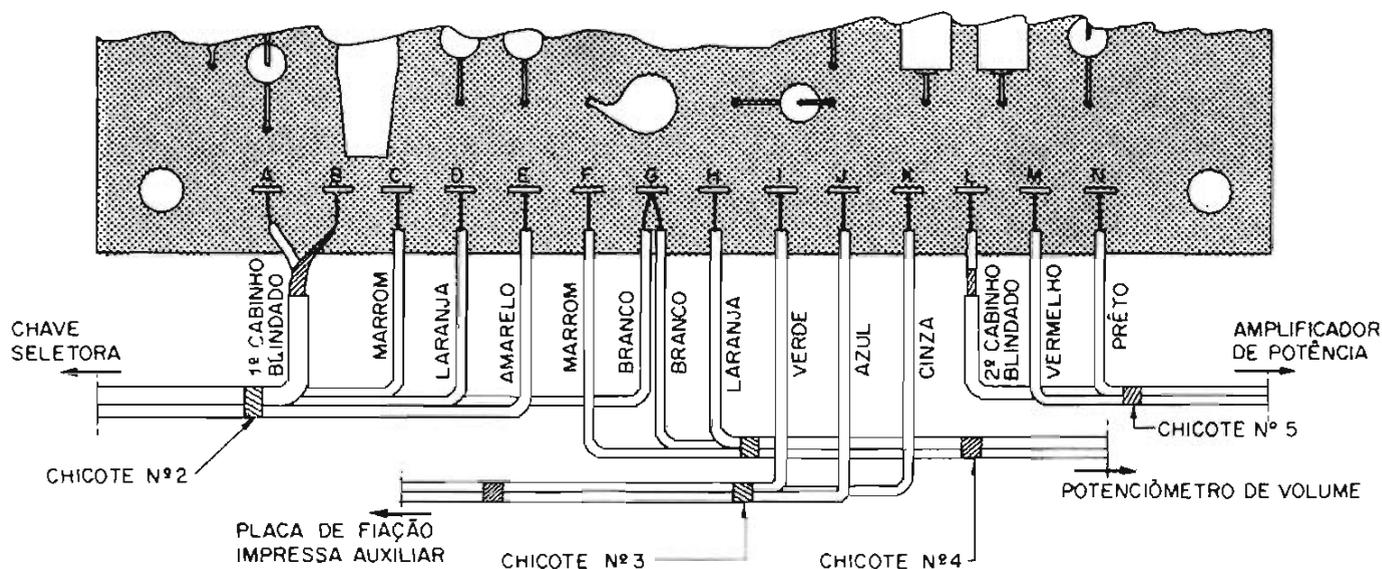
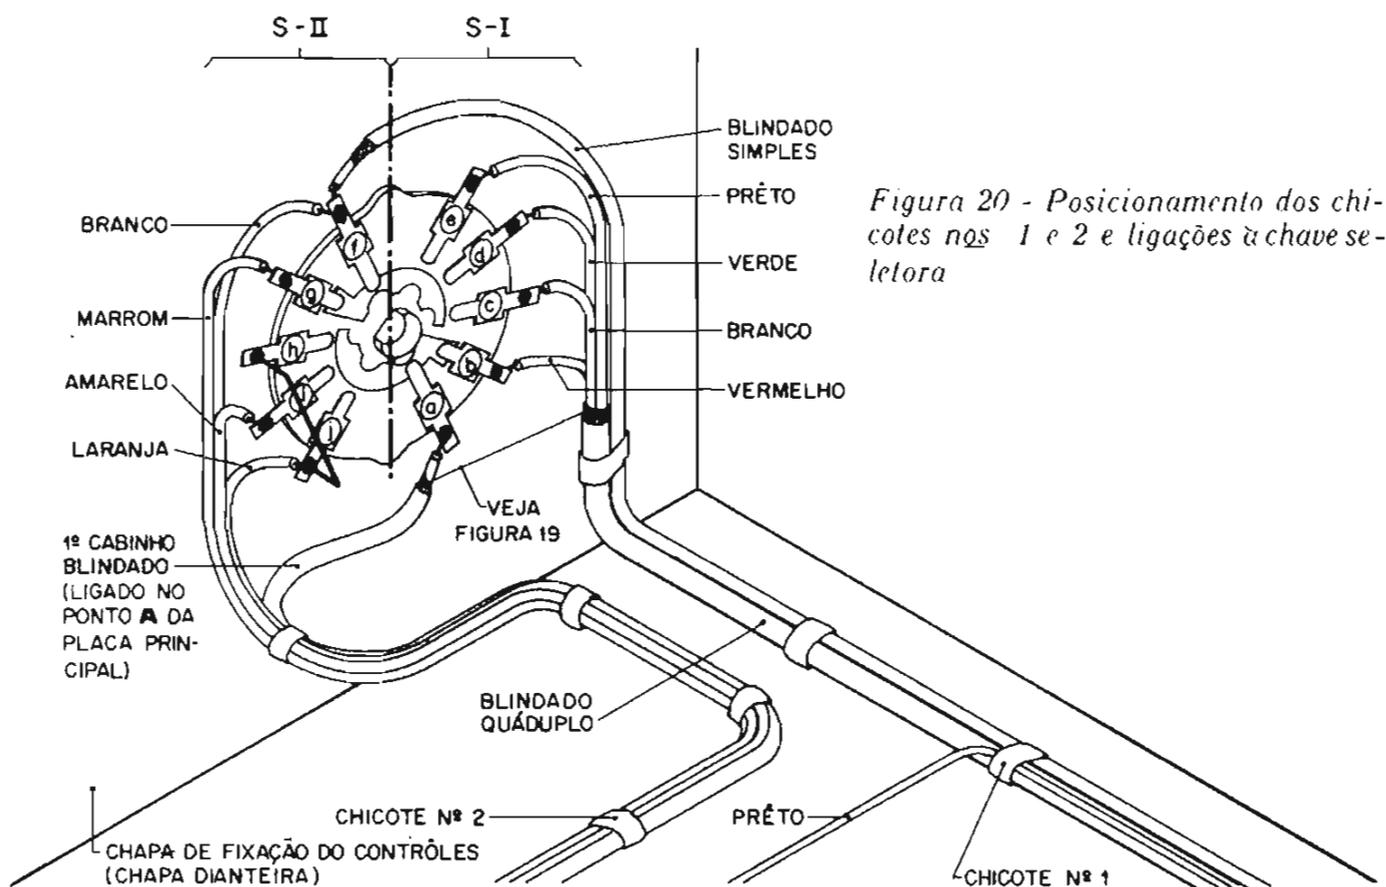
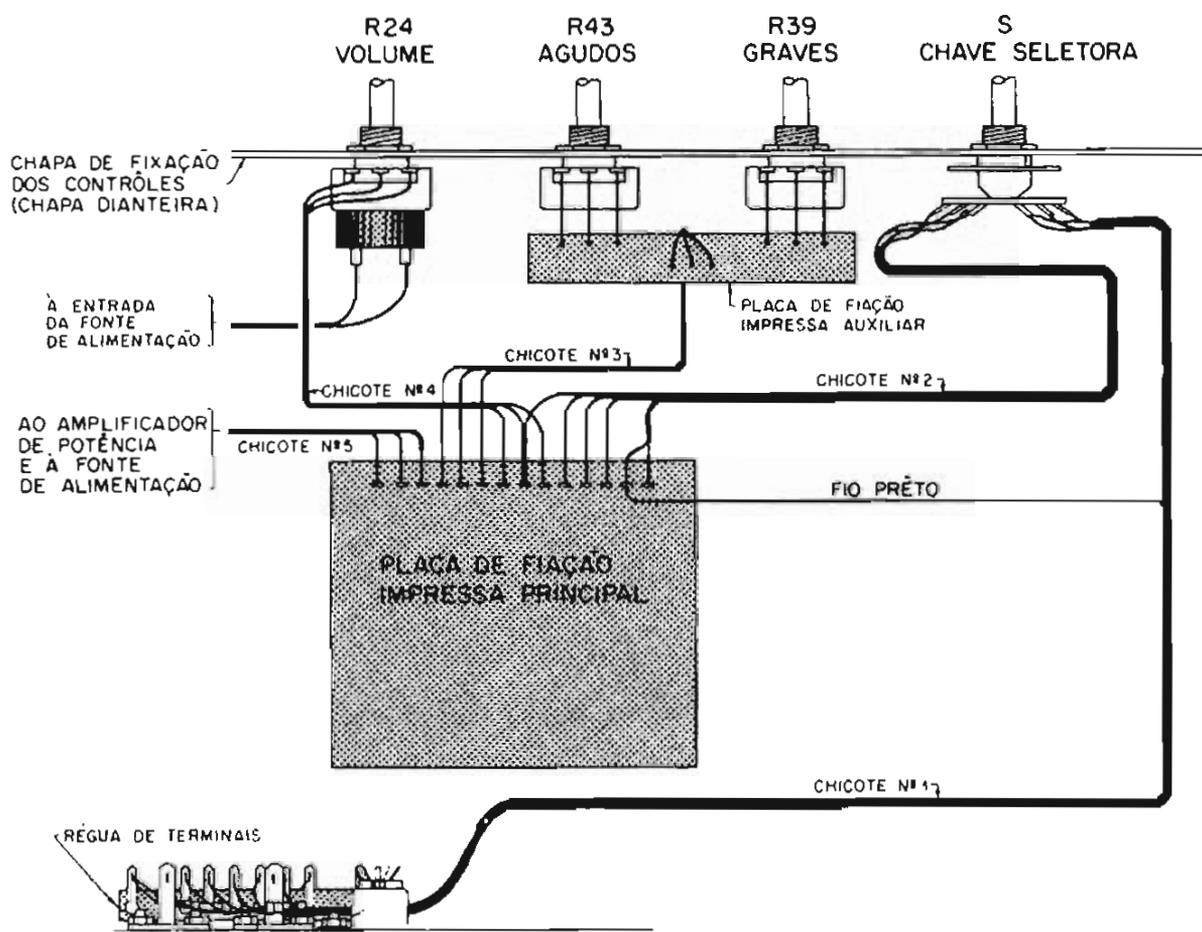

Figura 18 - Ligação dos fios à placa de fiação impressa principal
Figura 20 - Posicionamento dos chicotes n.ºs 1 e 2 e ligações à chave seletora
Figura 22 - Vista de conjunto do M-201, mostrando as sub-montagens, os contrôles e os chicotes de interligação
33 - Solde os condutores aos terminais da placa de fiação impressa principal, obedecendo a tabela III. Oriente-se pela figura 18. Em seguida a cada soldagem, corte os fios no comprimento indicado na tabela e prepare novamente as extremidades das sobras que forem novamente utilizadas (cabinho blindado, marrom, laranja e branco).
- 34 - Orientando-se pela figura 18, dobre, para esquerda do painel visto de frente, o cabinho blindado ligado aos terminais A e B (1º cabinho da placa) e os fios marrom, laranja, amarelo e um dos brancos (ligados aos terminais C, D, E e G). Estas dobras deverão formar ângulos retos a 1,5 cm da borda dianteira do painel de fiação impressa.
- 35 - Com uma tira de fita isolante reúna êstes condutores, do modo indicado na figura 18, constituindo o chicote n° 2, que deverá ser posicionado em sentido à chave seletora.
- 37 - Dobre os fios marrom, branco e laranja, ligados aos terminais F, G e H, da maneira ilustrada na figura 18 e reúna-os com uma tira de fita isolante, constituindo o chicote nº 4. Posicione-os em sentido ao potenciômetro de volume. (Veja também a figura 22).
O aspecto da fiação, após essa operação, está mostrado na figura 18.
- 39 - Posicione os cabos blindados de entrada e saída de sinal (chicote nº 1), provenientes da régua de terminais, da maneira ilustrada na figura 20 e separe o fio preto. (Veja também figura 22).
- 42 - Solde os condutores aos terminais da chave seletora, orientando-se pela figura 20 e pela tabela abaixo:
- 43 - Fixe os cabos blindados na posição indicada na figura 20, por meio de tiras de fita isolante colocadas de 5 em 5 cm.
A figura 22 fornece uma indicação geral do posicionamento das placas e chicotes de interligação da versão monofônica.